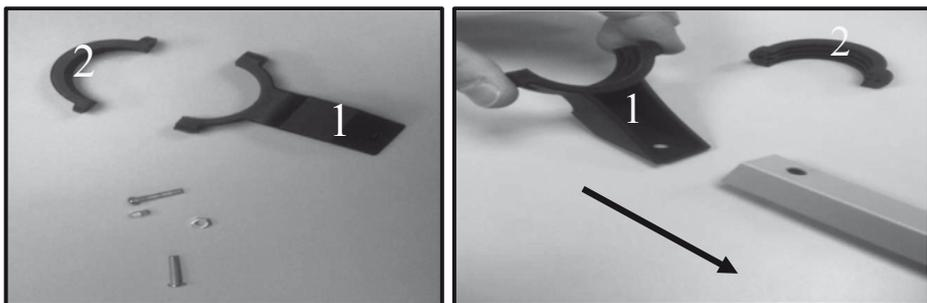
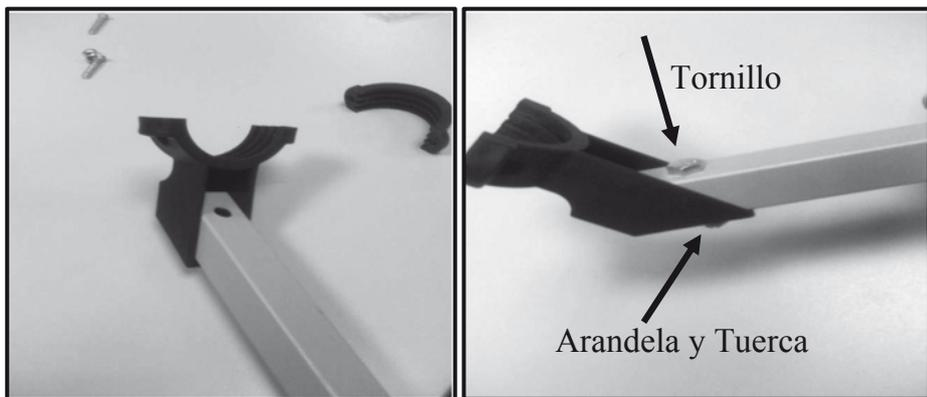

Imagen11. Base del LNB.
Imagen12. Instalación Base del LNB.
La imagen 11 muestra la base del LNB (izquierda), la pieza que tiene el numero 1 se debe acoplar en el extremo del brazo del LNB (derecha de la Imagen 11). Luego de juntar estas dos (2) piezas se usa el tornillo de cabeza hexagonal 1/4*32, la arandela y la tuerca para apretar ambas partes, ver Imagen12.